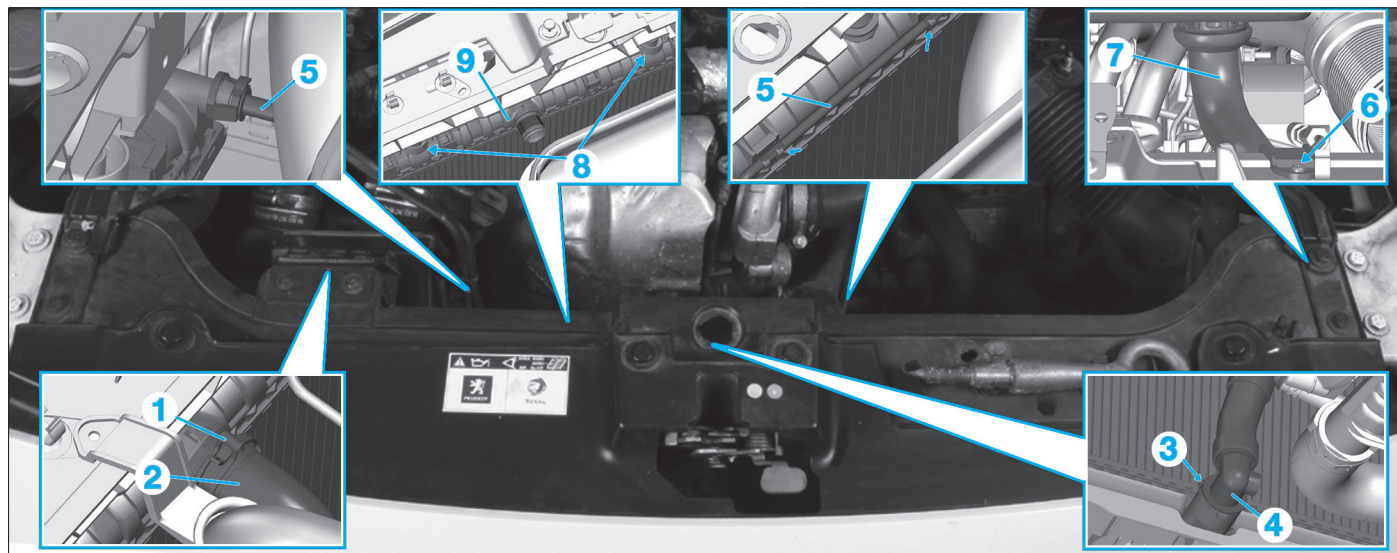

Fig. 25
- le collier (1) de la durit supérieure (2) (Fig.25),
- l'agrafe (3) de la durit inférieure (4).
- Dégrafer le tuyau de dégazage (5) du radiateur.
- Déposer la vis de fixation (6) du tube (7).
- Dégrafer les bagues supérieures (8) du radiateur de refroidissement (9).